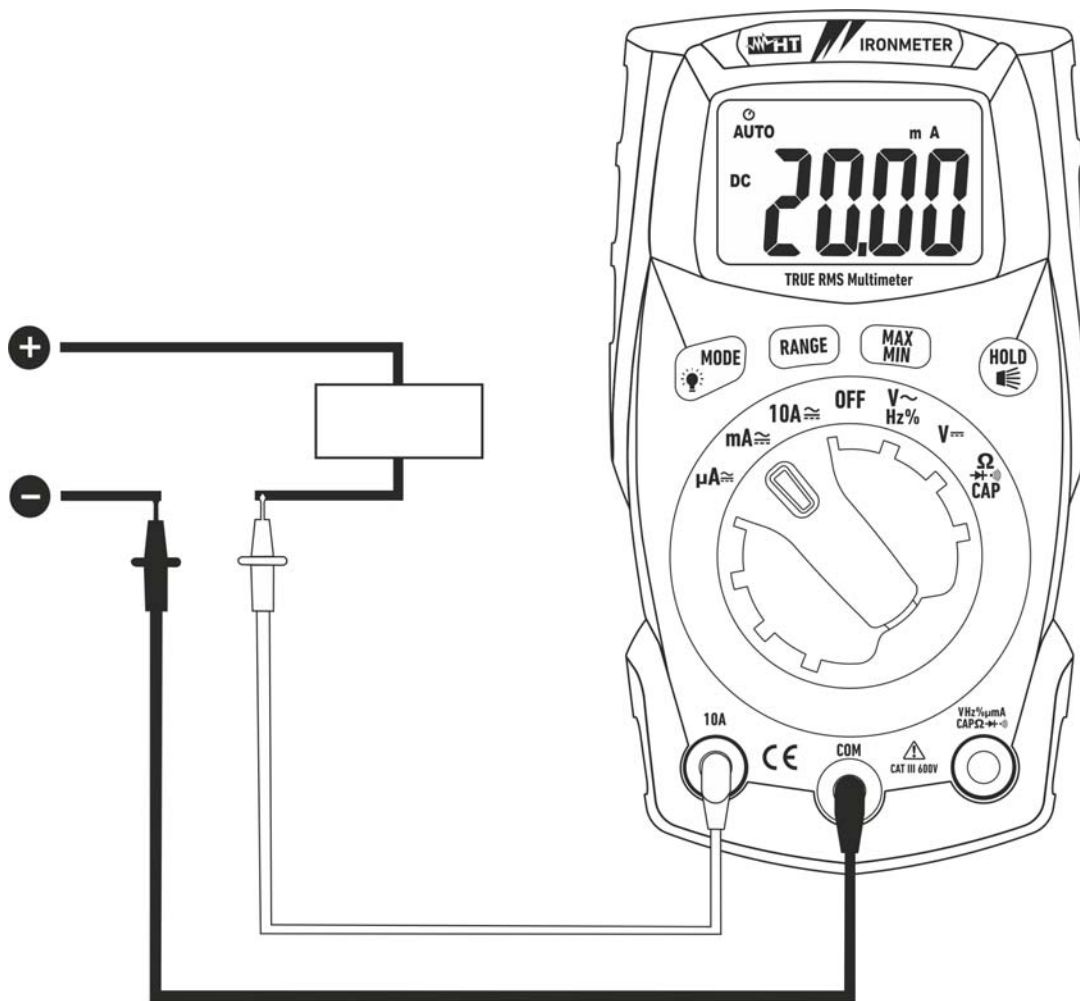

Fig. 8: Utilisation de l'instrument pour la mesure de courant DC
5. Connecter l'embout rouge et l'embout noir en série au circuit duquel on veut mesurer le courant en respectant la polarité et la direction du courant (voir Fig. 8).
8. L'affichage du symbole "**-**" sur l'écran de l'instrument indique que le courant a une direction opposée par rapport à la connexion de Fig. 8.